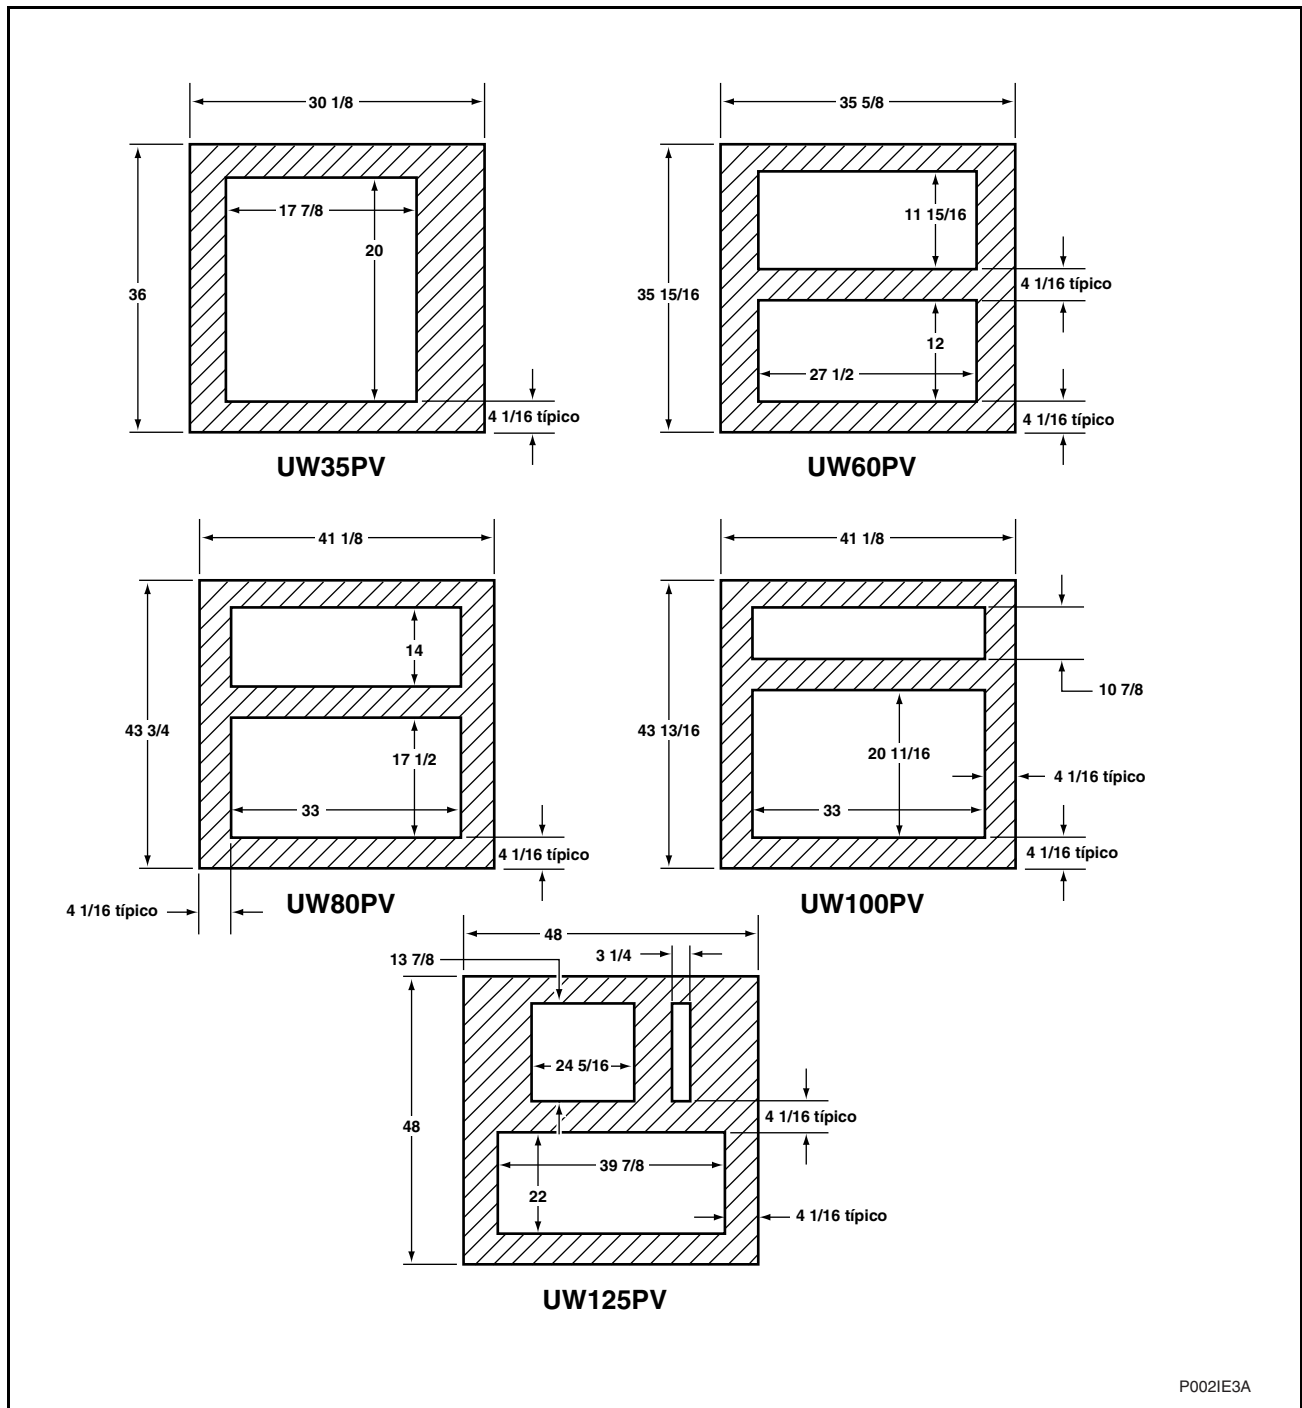

Figura 6
5. Llene el espacio entre la base de la lavadora extractora y el suelo con una lechada de maquinaria no encogible de buena calidad para asegurarse de una instalación estable. Aplique lechada completamente debajo de todos los componentes del batidor. (Quite el panel delantero y el tablero trasero de metal expandido para tener acceso a **todos** los componentes del batidor). Vea la Figura 6. Fuerce la lechada debajo de la base de la máquina hasta llenar todos los huecos.